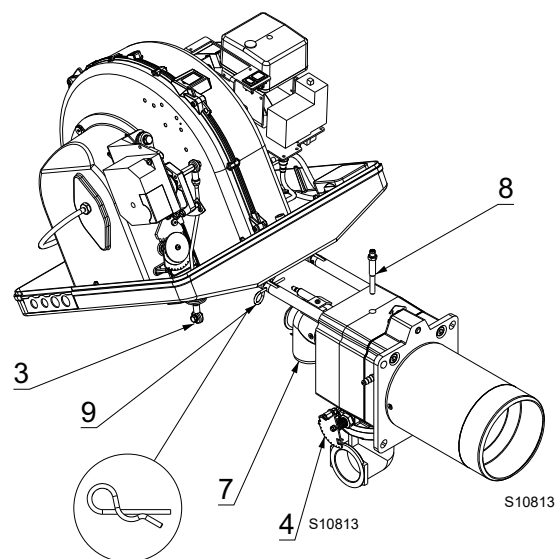

Abb. 35
- Den Splint 9)(Abb. 35) entfernen und den Brenner bis auf etwa 100 mm von der Muffe wegschieben.
- Die Schraube 5) und den Splint 9)(Abb. 35) wieder einsetzen und die Fühler- und Elektrodenkabel vorsichtig nach außen ziehen, bis sie leicht gespannt sind.
- Das Gelenk 3) wieder am Skalensegment 4)(Abb. 35) einhängen.